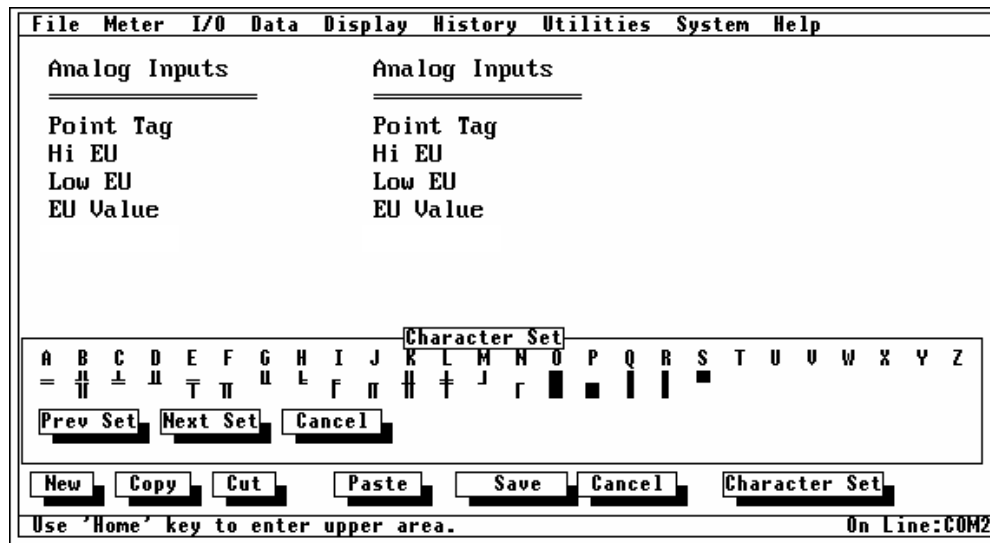

Figura 6-18. Colando dados do Display Padrão
4. Posicione seu cursor à direita dos valores atuais e pressione **Paste** (colar). Observe a Figura 6-18.